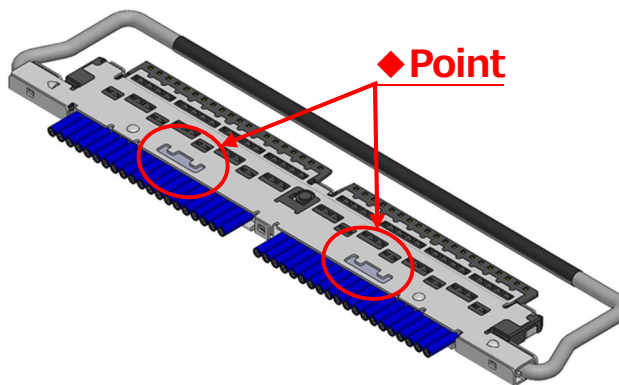

Fig.8 Shell-B と Ground Bar の半田付け部
- ③ Shell-B と ground bar を半田コテにて全箇所半田付けすることを推奨する。(Fig.8◆部)